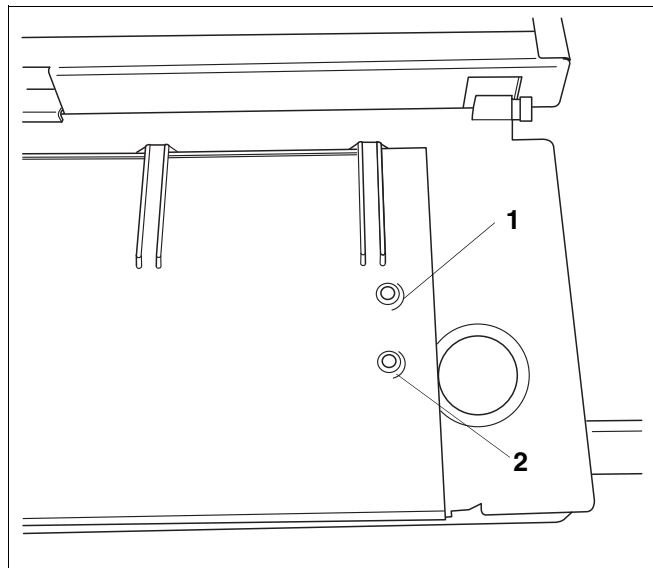

Рис. 26 Потенциометр для настройки максимальной мощности отопления
- Поворачивать потенциометр "max. Heizleistung" (рис. 26, поз. 2).
Легенда к рис. 26: Потенциометр